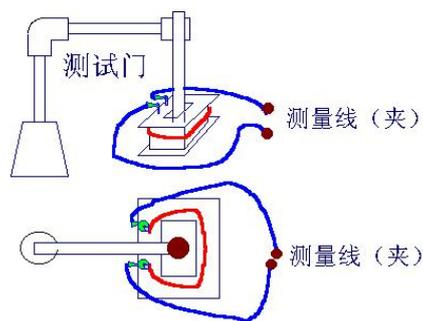

图 9-3
9. 3、如图 9-3（导线相当于未穿过测试门）所示为 0 圈，在测试多圈数时，像这种情况所显示总圈数值会少一圈。